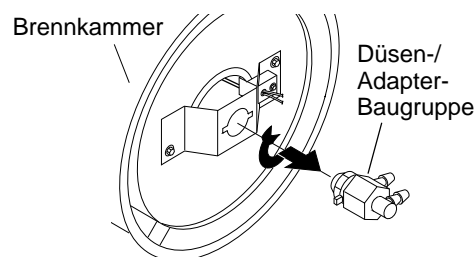

Abbildung 20 - Entfernen der Düsen-Adapter-Baugruppe
4. Die Düsenbaugruppe um eine Viertelumdrehung nach links drehen und in Richtung Motor abziehen (siehe Abb. 20).